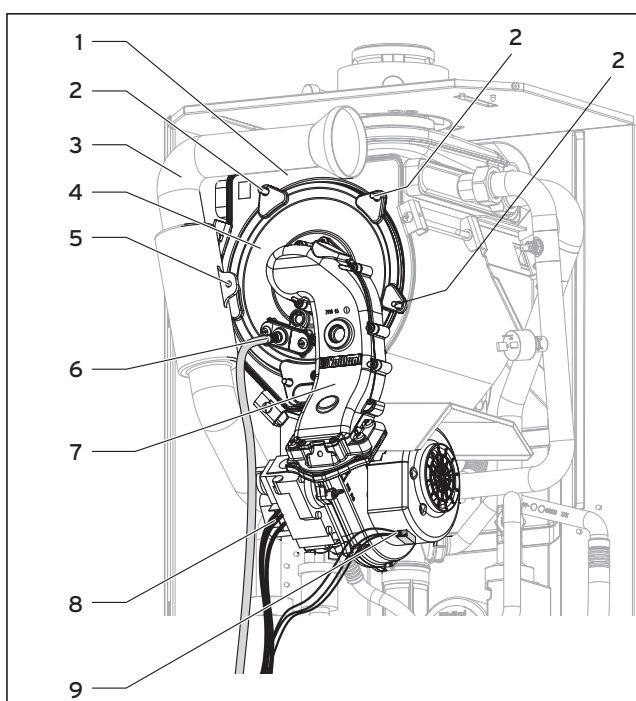

Рис. 7.3 Установка компактного термомодуля
- Подсоедините компактный термомодуль (4) к интегральному конденсационному теплообменнику (1) (рис. 7.3).
- Равномерно в крестообразном порядке крест на крест затяните 5 гаек (2).
- Установите воздухозаборную трубу (3) на всасывающем патрубке и закрутите винт (5).